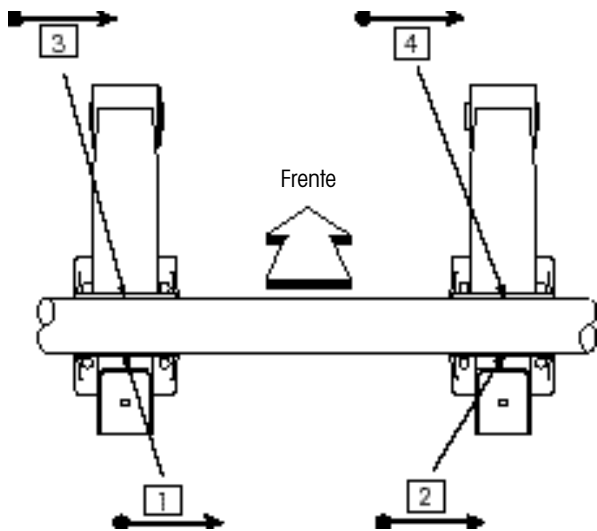

Figura 5b. Secuencia de soldadura base
1. Inicie por la parte trasera de la conexión del asiento/eje, coloque cuatro pasadas de soldadura sencilla base (Figura 5b).